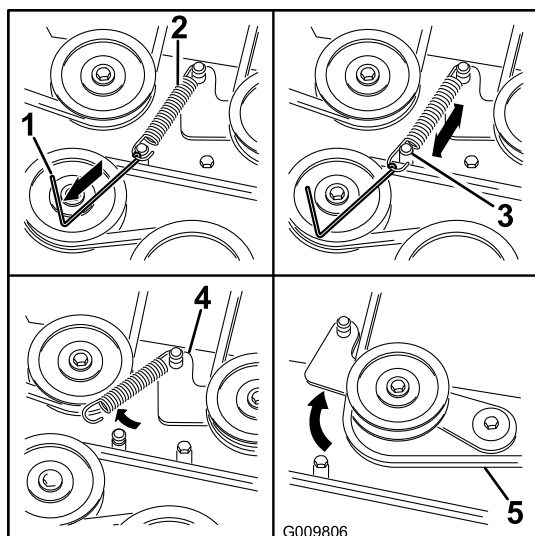

Figura 74
7. Utilize um removedor de molas (peça Toro n.º 92-5771), retire a mola intermédia por cima do gancho da plataforma para eliminar tensão da polia intermédia (Figura 74).
- Instale a nova correia em torno das polias do cortador e da polia da embraiagem sob o motor (Figura 74).
- Utilize um removedor de molas (peça Toro n.º 92-5771), instale a mola intermédia por cima do poste da plataforma para colocar tensão da polia intermédia e na correia do cortador (Figura 74).